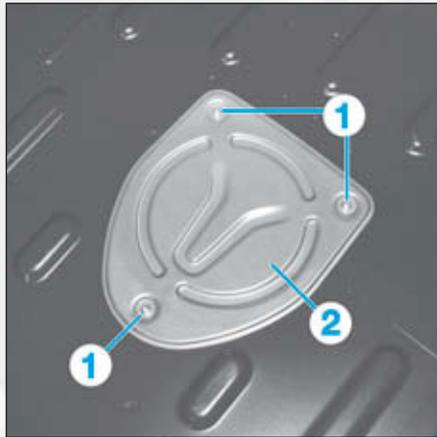

FIG.23
- les vis (1) (Fig.23),
- le couvercle (2).